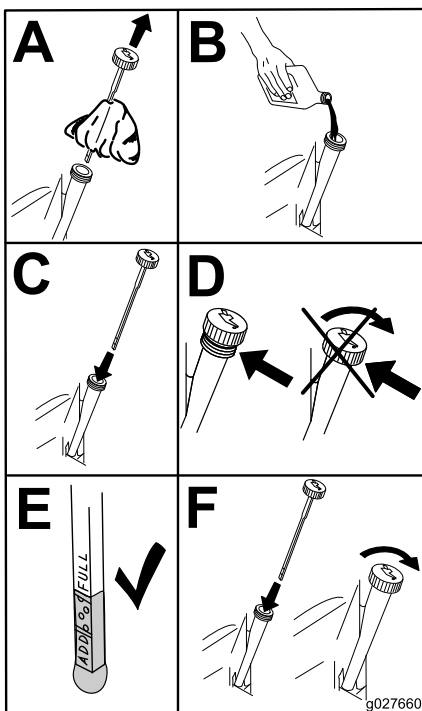

Рисунок 44
- Медленно залейте приблизительно 80% масла указанного типа через заливную горловину и затем медленно добавляйте масло, чтобы довести его уровень до отметки «Полный» (Рисунок 44).